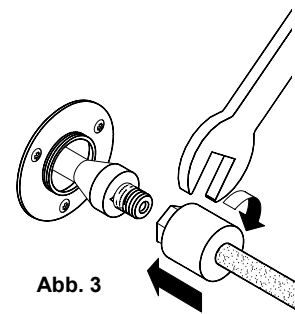

Abb. 3
3. Geeignete technische Düse auswählen und diese unter Zuhilfenahme eines Gabelschlüssels (Schlüsselweite 17) mit der verchromten Anschlussseite (Sechskant) so auf die Düse aufschrauben, dass das Kupfer-Gewinde nicht beschädigt wird. (Abb. 3)